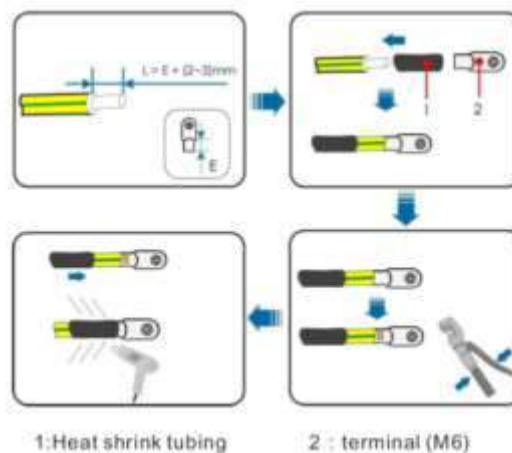

Fig. 4-23 Preparación de cables y terminales
- 1) Prepare el cable y la terminal (Fig. 4-23).